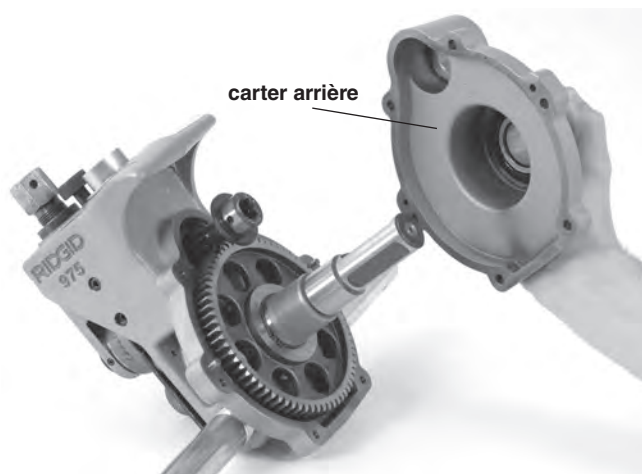

Figure 18 – Dépose du carter arrière
2. Déposez le carter arrière (Figure 18).